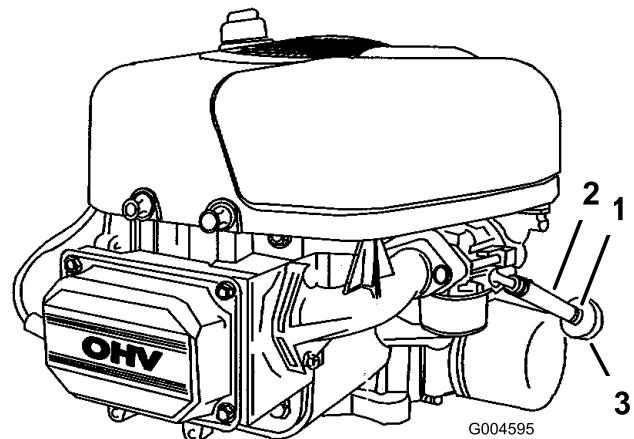

Figure 27
8. Pincez les extrémités du collier de fixation et poussez le collier en haut de la conduite d'alimentation, en direction du réservoir de carburant (Figure 27).
9. Débranchez la conduite d'alimentation du filtre (Figure 27) et laissez l'essence s'écouler dans un bidon ou un bac de vidange.
Remplacez le filtre à carburant toutes les 100 heures de fonctionnement ou une fois par an, le premier des deux prévalant. Le meilleur moment pour remplacer le filtre à carburant (Figure 27) est lorsque le réservoir à carburant est vide. Ne réinstallez jamais un filtre à carburant encrassé après l'avoir déposé de la conduite d'alimentation.
7. Pincez les extrémités des colliers et éloignez-les du filtre (Figure 27).